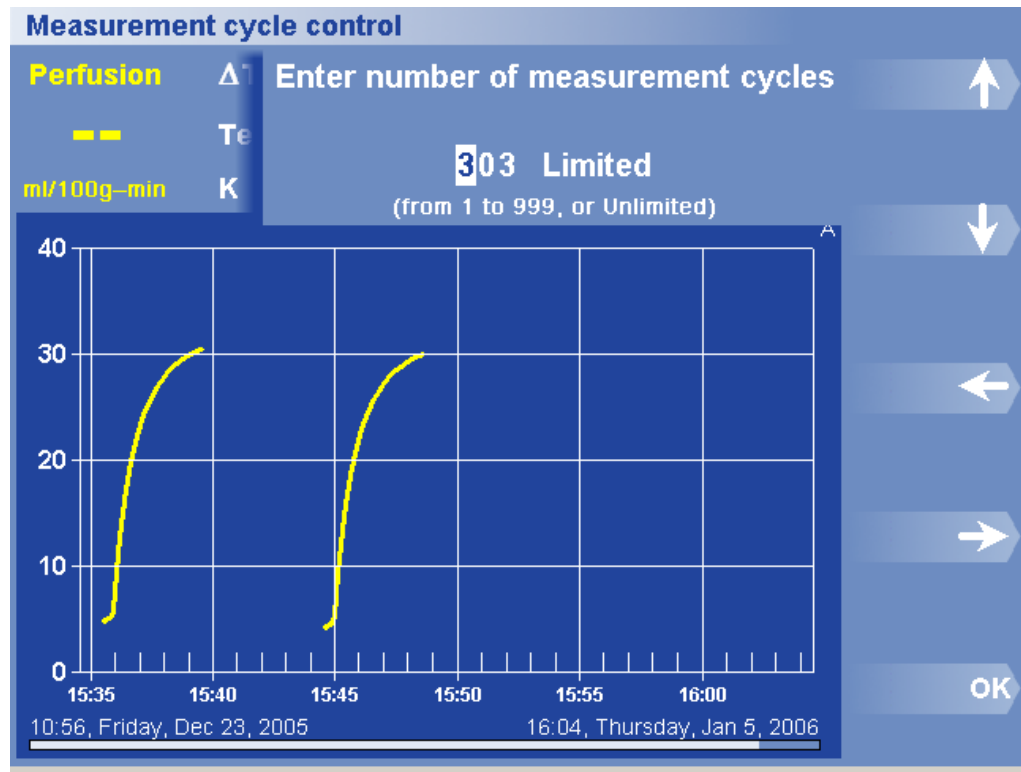

Figure 39. Boîte de dialogue et menu Nombre de cycles
2. Cliquez sur Nombre de cycles. La boîte de dialogue Nombre de cycles apparaît (figure 39).